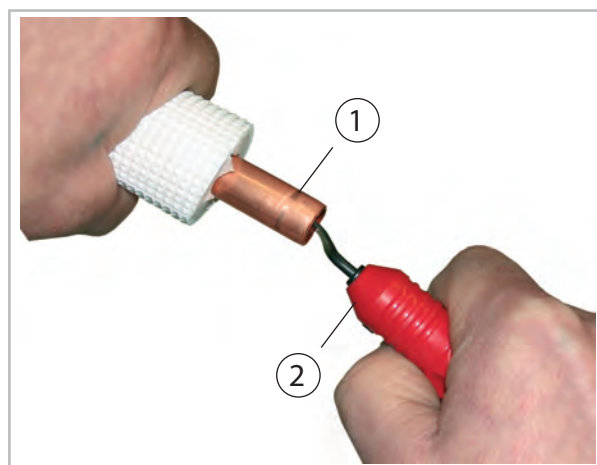
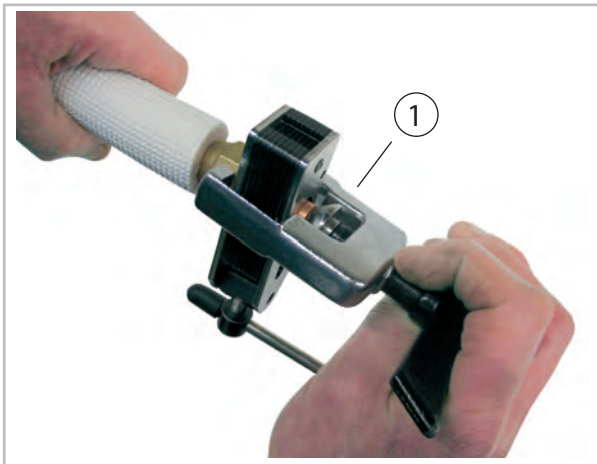

Abb. 28: Entgraten der Kältemittelleitung
Abb. 29: Bördeln der Kältemittelleitung
8. ➤ Bearbeiten Sie die verlegten Kältemittelleitungen wie im Folgenden dargestellt (Abb. 28 und Abb. 29).